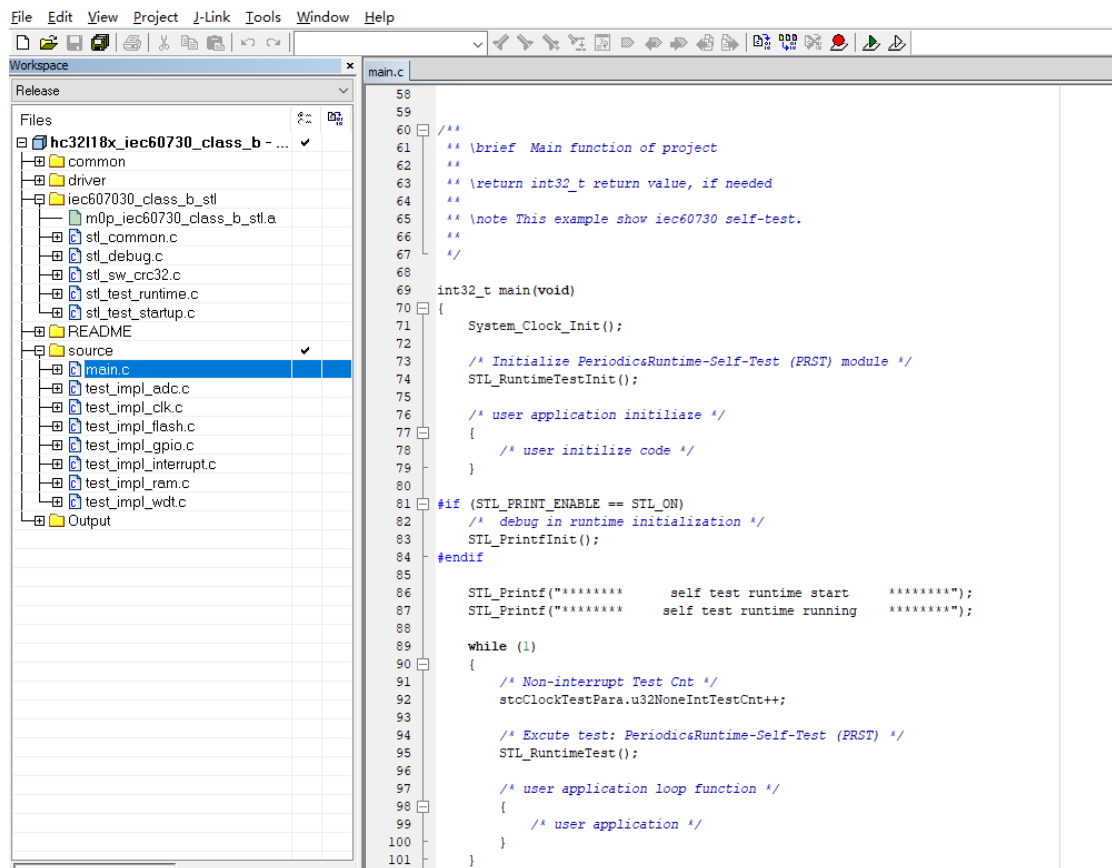

图 4-2 STL IAR 工程
- 1) 打开项目工程，并打开 ‘main.c’ 如图 4-2 所示：